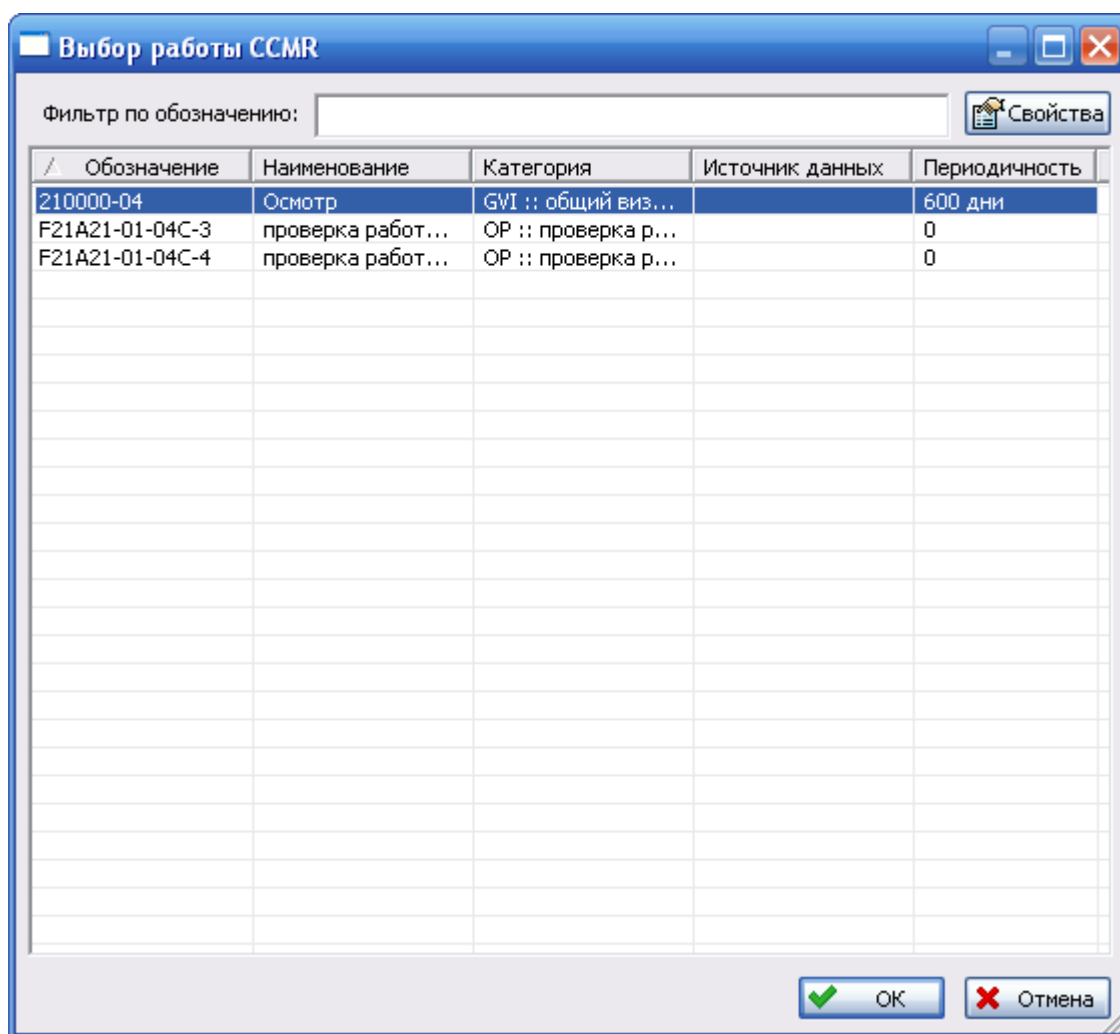

Рис. 3-119
- В появившемся окне выберите соответствующую работу по MSI из перечня работ по MSI для анализируемого элемента (рис. 3-119). В перечне отсутствуют работы с признаком «Работа-кандидат в СМР» и работы, имеющие статусы СМР.